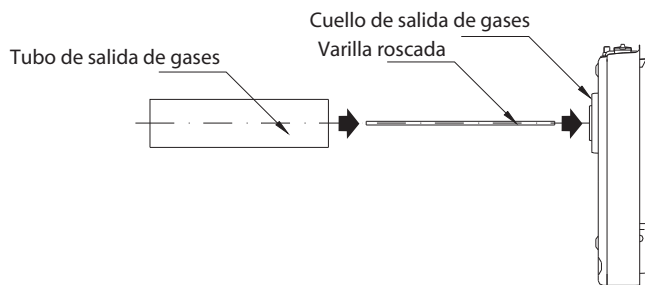

Fig. 12
- Enrosque algunas vueltas la varilla roscada en el soporte con tuerca ubicado dentro del cuello de salida de gases del calefactor (Fig. 12) e inserte el Tubo de Salida de Gases en el cuello (unos 2 ó 3 cm).